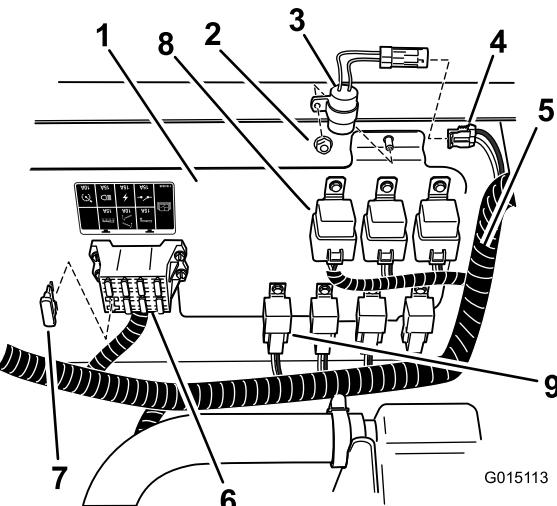
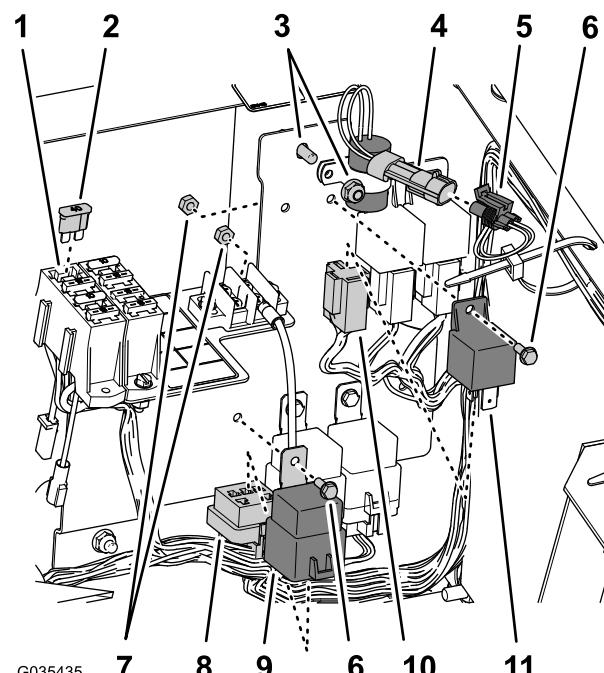
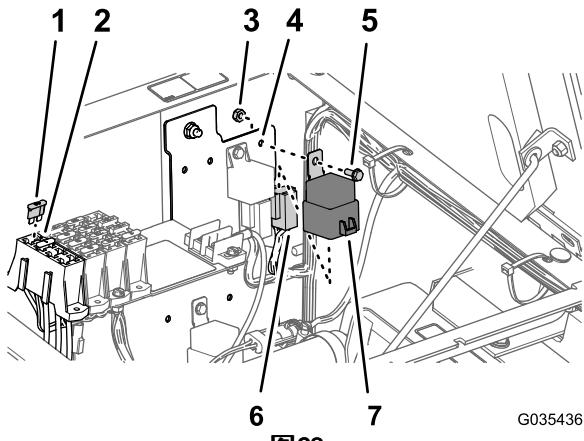

图26
图27
图28 2016 年及之后型号的机器
- 用配电板上的锁紧螺母将延时计时器安装到图26 或图27 所示的位置。
- 将计时器连接至机器线束标有延时计时器的 2 插槽接头 (图26 或图27)。
3. 如图26、图27 或图28 所示, 在保险丝盒的空槽中安上安保险丝 (40A)。
- 找到和同一继电器款式相同的继电器和电源继电器, 并用 2 个凸缘头螺栓 (#10-24 x 1/2 英寸) 和 2 个锁紧螺母 (#10-24) 将其安装到配电板上 (图26、图27 或图28)。
- 如图26、图27 或图28 所示, 找到主线束的 4 插槽接头和 5 插槽接头, 将它们连接到继电器 (4 针) 和电源继电器 (5 针) 上。